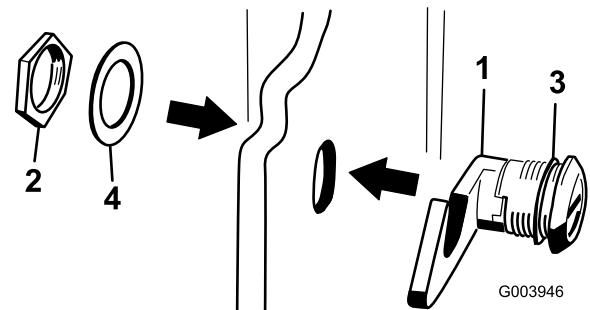

Bild 16
3. Nehmen Sie die Mutter vom Motorhaubenriegel ab (Bild 16).
4. Setzen Sie das Hakenende des Riegels von außen durch das Loch in der Motorhaube. Stellen Sie sicher, dass die Gummidichtungsscheibe außen an der Motorhaube bleibt (Bild 16).